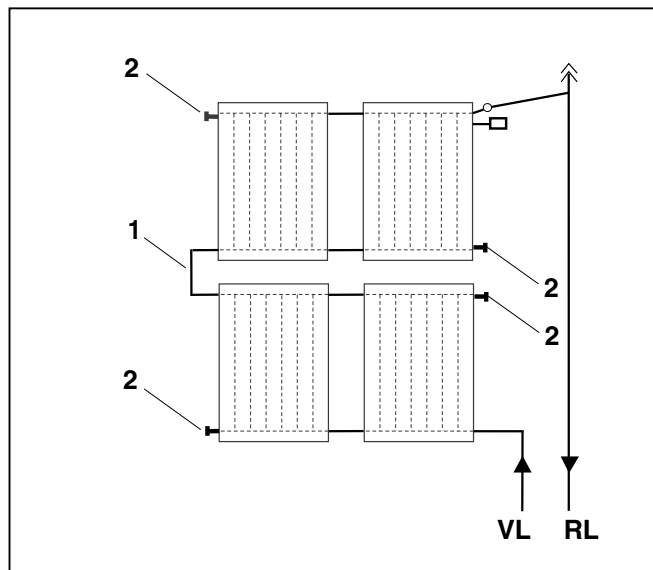

Fig. 1 Schema di due serie di collettori
Il set di collegamento (fig. 1, pos. 1) serve a collegare due serie di collettori (inserimento nel tetto e montaggio sopra tetto). Le uscite aggiuntive sono chiuse con un tappo cieco (fig. 1, pos. 2).